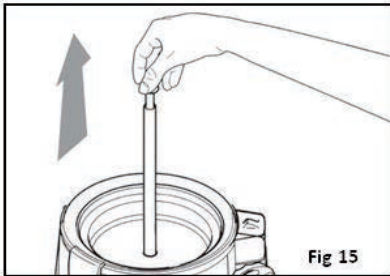

Fig 15
- D'une main, faites glisser la tige mélangeuse vers le haut, en veillant à la tenir par la tête de rotation (Fig. 15).